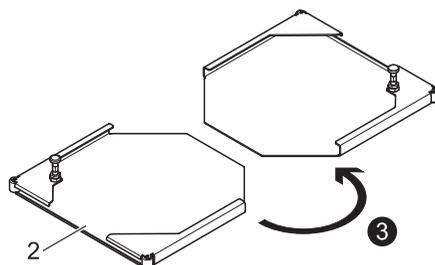

Abb. 14: Schutzgehäuse drehen
3. Das Schutzgehäuse (2) um 180° drehen (→ Abb. 14: Schutzgehäuse drehen; Seite 34).